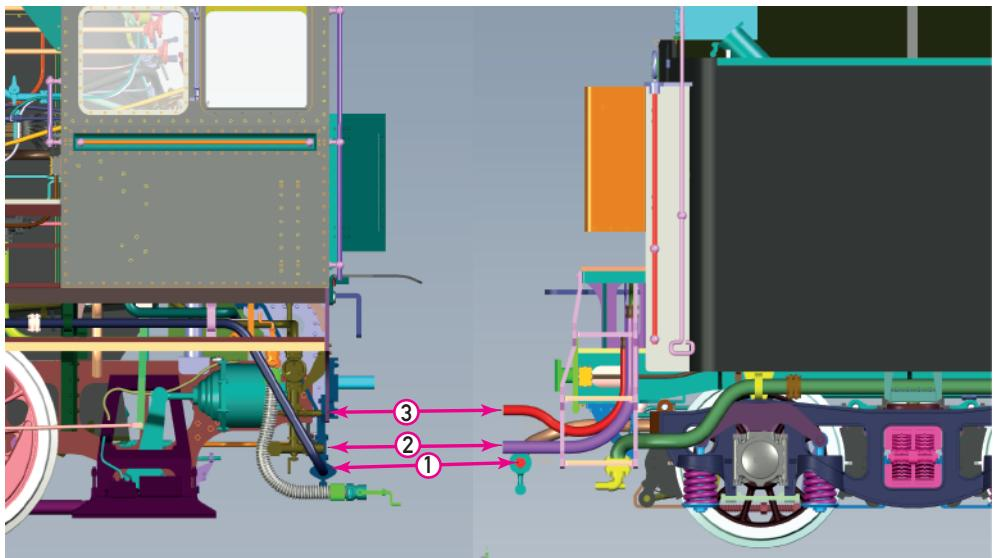

Abb. 3: Kuppeln der Leitungen
Anschließend empfehlen wir die Schlauchverbindungen, wie in Abb. 3 zu sehen, zwischen Lok und Tender zu verbinden. Die beiden Wasserschläuche (1) die unter dem Tender hervor kommen, können per Magnetkupplung mit den Anschlüssen an der Lok verbunden werden. Bei Modellen von ölfgefeuerten Lokomotiven können die Brennstoffleitungen (2&3) auf die Anschlüsse an der Lok aufgesteckt werden.